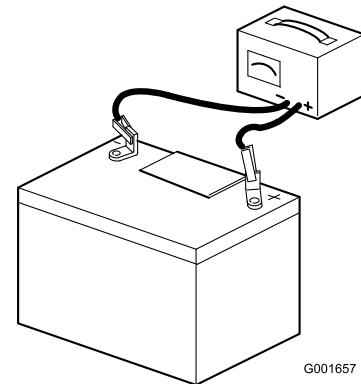

Figura 6
7. Conecte un cargador de batería de 3 a 4 amperios a los bornes de la batería (Figura 6). Cargue la batería a un ritmo de 3 a 4 amperios durante 4—8 horas.